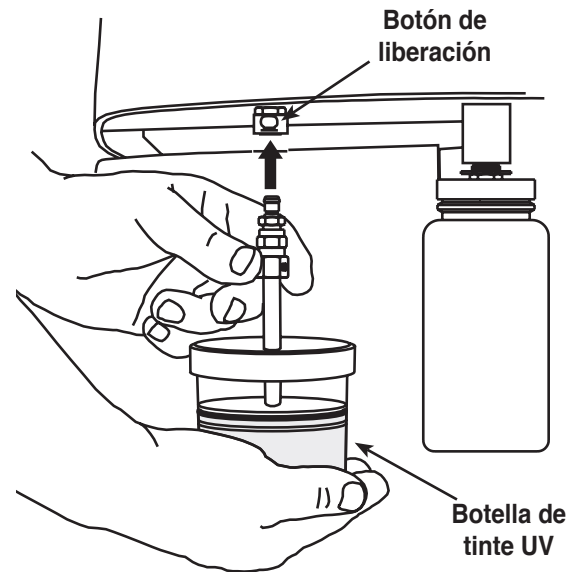

Figura 2
6. Consulte la Figura 2. Sostenga el ensamblaje por el conector mientras brinda apoyo a la parte inferior de la botella de plástico para mantener el pistón en contacto con el tinte UV. Trabe el conector en el acoplador en la unidad.